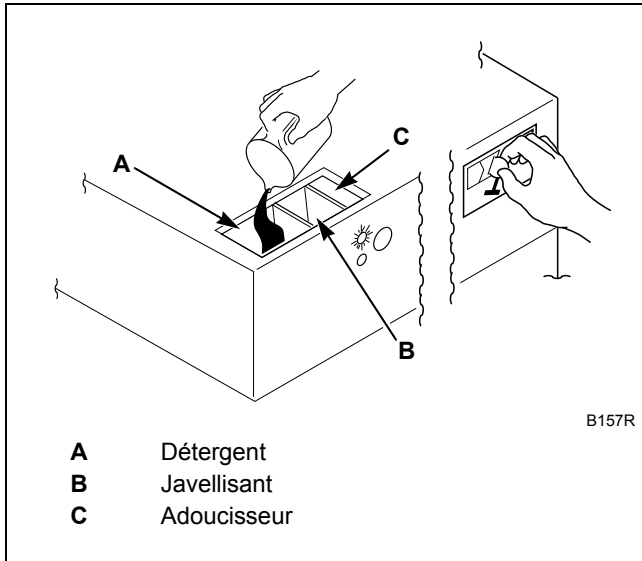

Figure 6
7. Verser les produits liquides ou en poudre dans le distributeur de produits. Se reporter à la *Figure 6*.
8. Mettre la monnaie nécessaire. À chaque ajout de pièce, le montant dû restant est calculé. Se reporter à la *Figure 6*.
9. **Le cas échéant**, ajouter de l'eau de Javel dans le compartiment B lorsque le voyant ADD BLEACH (Ajouter Javel) est allumé. Se reporter à la *Figure 6*.